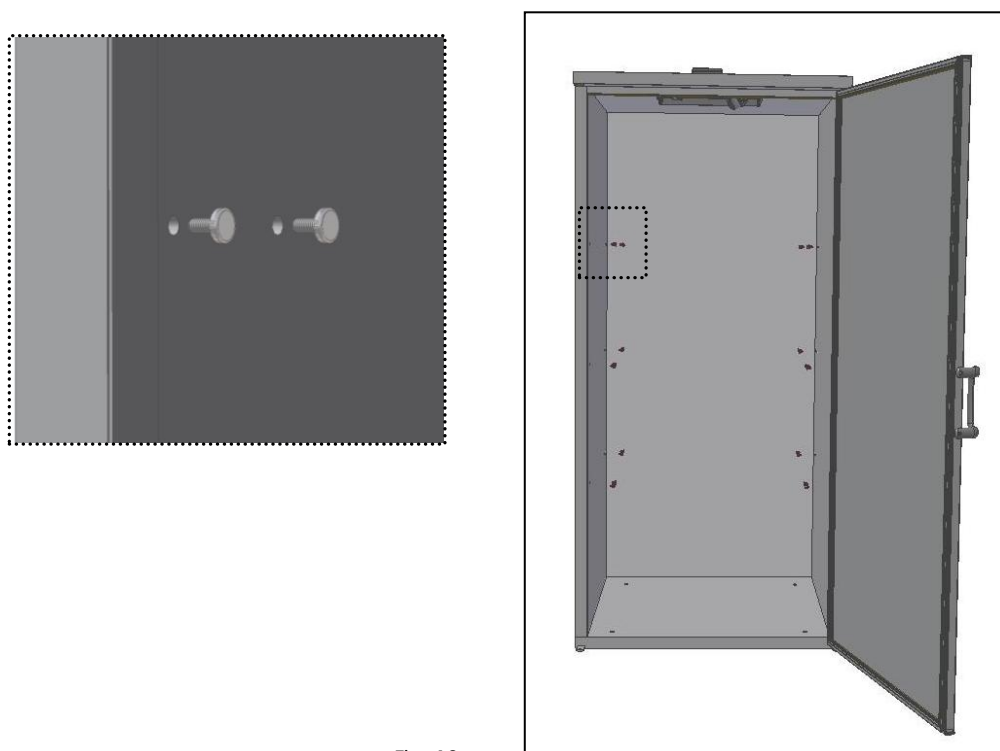

Fig. 12
- Placer les boulons pour la fixation des supports des grilles (Fig.12);